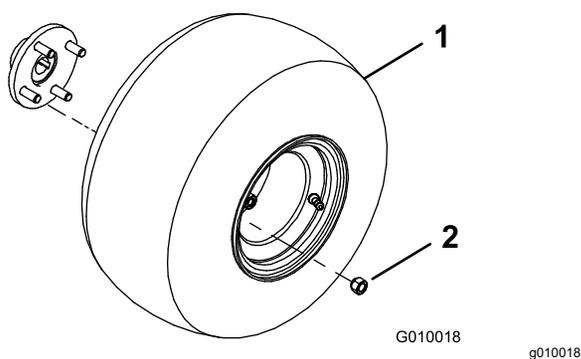

図 3
2. 後ホイールハブにホイールアセンブリを取り付ける 図 3。
3. ラグナット 図 3 を取り付けて、61-75 N·m 6.2-7.6 kg·m=45-55 ft·lb にトルク締めする。